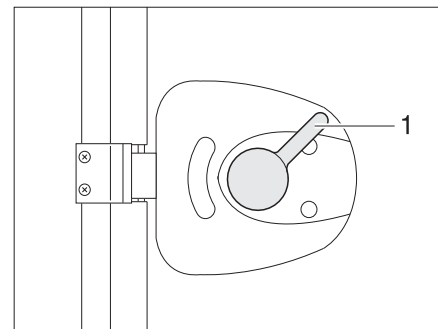

Fig. 23 Serrure de la porte cellule, à l'intérieur, verrouillée
- Appuyer sur la poignée de la porte (Fig. 23,1) d'env. 45° vers le haut et la laisser dans cette position.